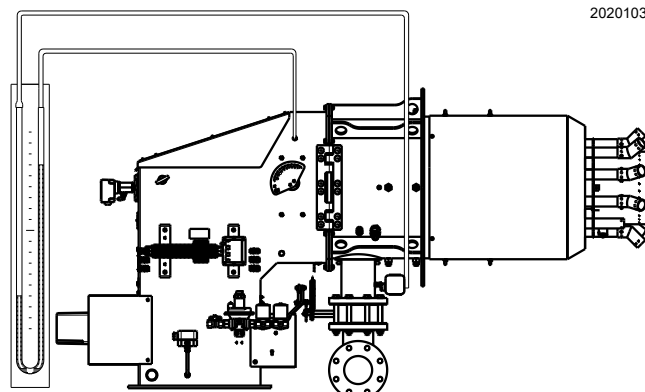

图 20
将燃烧器固定到锅炉之前，拆下螺丝和相关螺母 1)，图 16)，将扇形轮放置在所需设定点 1 - 7（图 20）处，安装燃烧器随附的螺丝 2）。扇形轮上的 TP 位置仅作运输途中保护机械部件之用。
- 安装一个U型压力计或差压压力计（图 20），插座的(+)端为管路接口的燃气压力，(-)端在炉腔内。
管接头处的 U 形压力表 (图 20) 或该处压力测试点上的数字压力表在燃气达到此处时显示燃气压力。